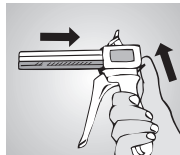
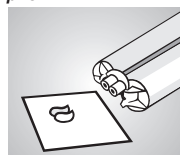

рис. 2
рис. 3
Инъекция материала из картриджа производится при помощи диспенсера системы Automix2 (рис. 2). После установки картриджа в диспенсер следует отвинтить заглушку картриджа. Выдавливать из картриджа небольшое количество материала до тех пор, пока он не будет выпускаться из обоих выводных отверстий картриджа равномерно (рис. 3). При установке насадки для смешивания на картридж следует обратить внимание на правильное положение направляющих насадки в пазах картриджа. Закрепить насадку на картридже вращением в обратном направлении (рис. 4). Теперь можно производить индивидуальное дозирование материала в зависимости от необходимости. После применения следует оставить насадку на картридже до следующего использования. Для смешивания материала **tempofit® regular** применяйте только насадки для смешивания голубого цвета для диспенсера 1:1!
- Каждый раз перед установкой насадки для смешивания выдавливать небольшое количество материала до тех пор, пока из обоих отверстий картриджа не будут равномерно выдавливаться базисная и катализаторная пасты (рис. 3).